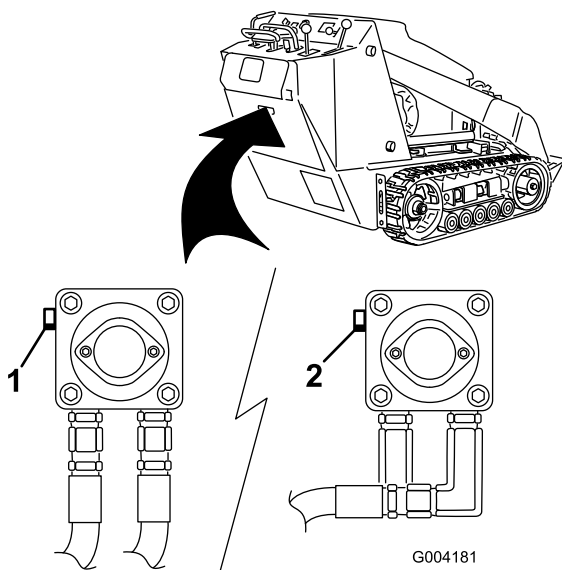

Рисунок 18
3. Используя гаечный ключ, дважды поверните буксировочные клапаны на гидравлических насосах против часовой стрелки (**Рисунок 18**).